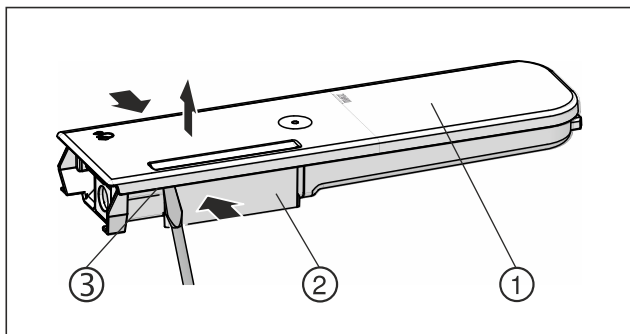

Fig. 153
- Stlačte nádrž na vodu Fig. 153 (2) k sobě a víko Fig. 153 (1) opatrně vypáče přes západky Fig. 153 (3) a vytáhněte nahoru.
- Víkem Fig. 153 (1) pohybujte lehce tam a zpět a sejměte jej nahoru.